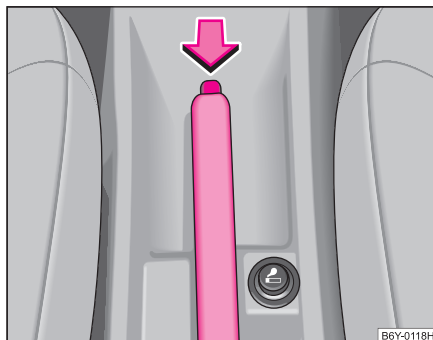

Fig. 93 Consola centrală: Frâna de staționare
- Acționați maneta puțin în sus **și în același timp** apăsați butonul de blocare ⇒ fig. 93.